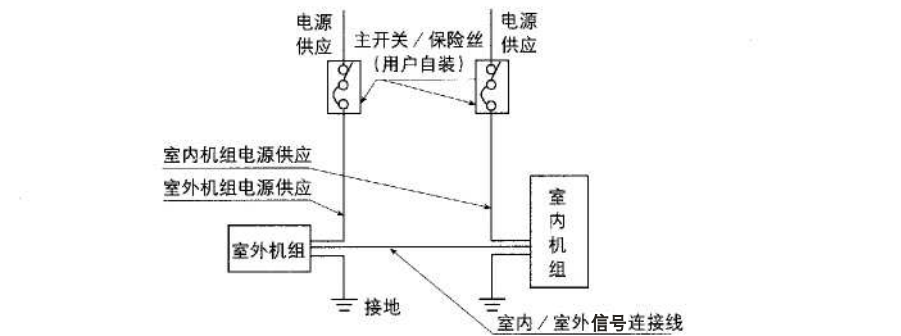

图 13
- (1) 检查用户的电气部件（主电源开关、保险丝、电线、接线端子等）是否与机器铭牌上的要求相符。
- (2) 检查并确认电源电压与额定电压的差值在额定电压的±10%以内。
- 2 应采用独立的电源供电并带有独立的空气开关。如图13。